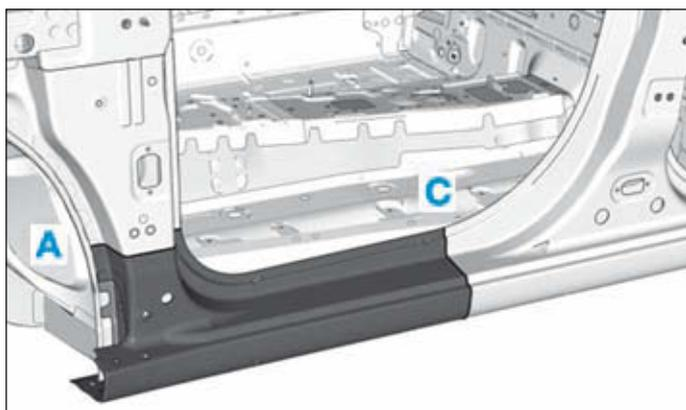

FIG.37
- Respecter les lignes de coupe (A) et (C) (Fig.37).